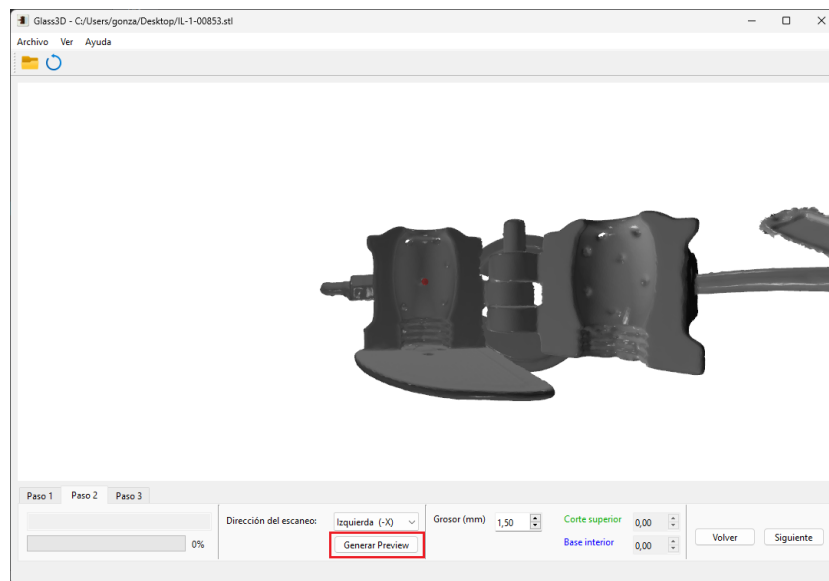

Figura 6: Generar Preview
2. Pulsar el botón de “Generar Preview”. Figura 6.